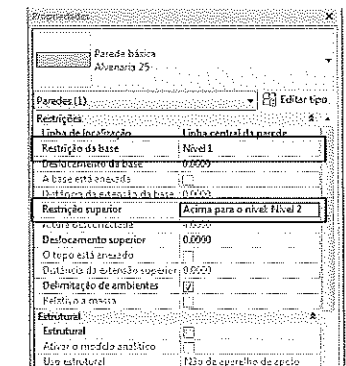

Figura 5.43 – Parede com altura até o Nível 2.
- **Restrição superior:** posição do topo. Define que a altura da parede vai até o pavimento selecionado, Figura 5.43.